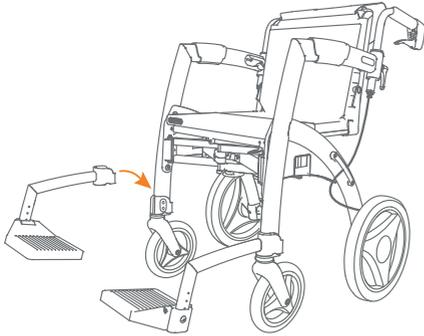

Figura 39: Posizionare i poggiatesti.
e. Estrarre i poggiatesti dalla borsa della sedia da trasporto e posizionarli nella parte anteriore del Rollz Motion, nei supporti del poggiatesti sul telaio. Fateli scorrere verso il basso dalla parte superiore dei supporti del poggiatesti (Figura 39). Non applicare forza se i poggiatesti non scorrono agevolmente sui supporti poggiatesti. Toglili e riprova.